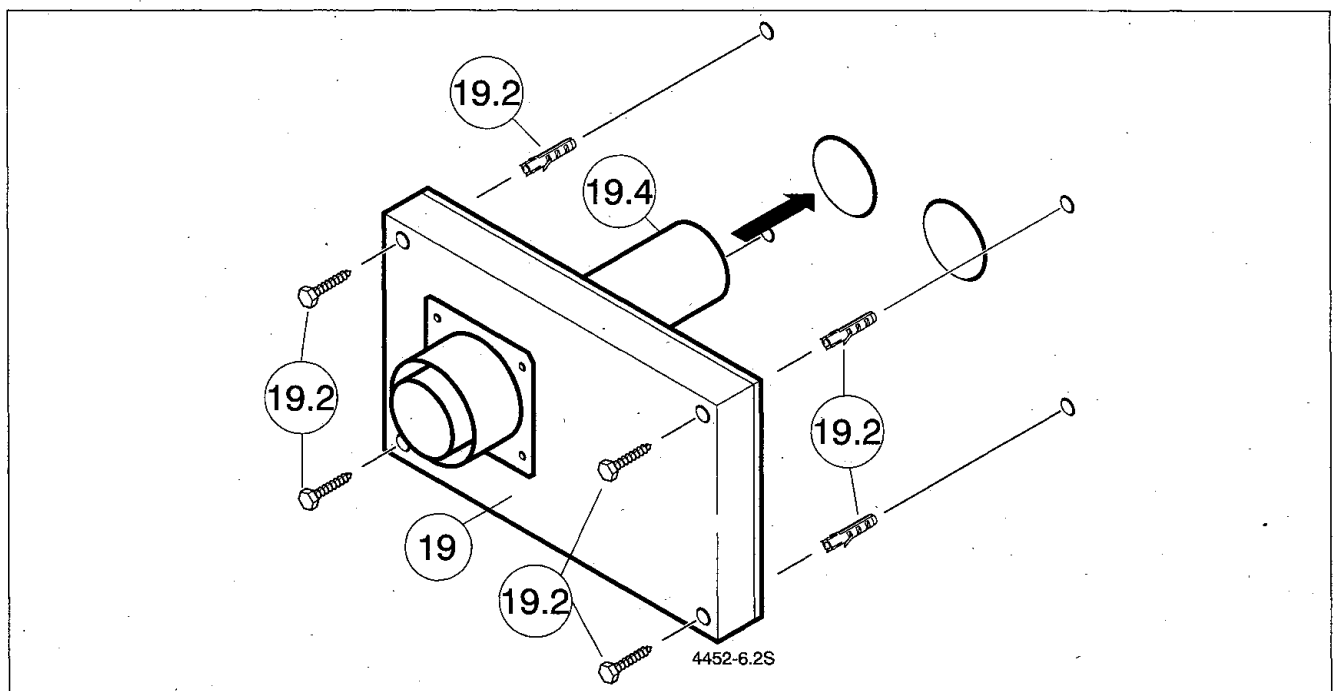

Bild 22
- Montieren Sie nun den Anschlußkasten (19) und befestigen Sie ihn mit den Schrauben (19.2) nach Bild 22.